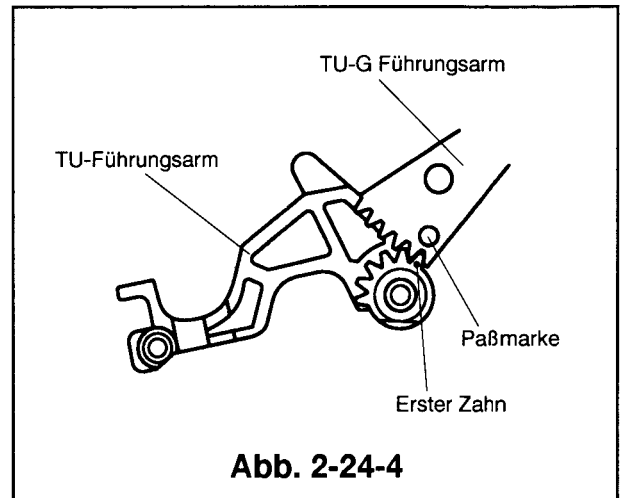

Abb. 2-24-4
- ④ Der TU-G Antriebsarm so installieren, daß der erste Zahn vom TU-Führungsarm mit der Paßmarke am TU-G Führungsarm übereinstimmt. (Siehe Abb.2-24-4)